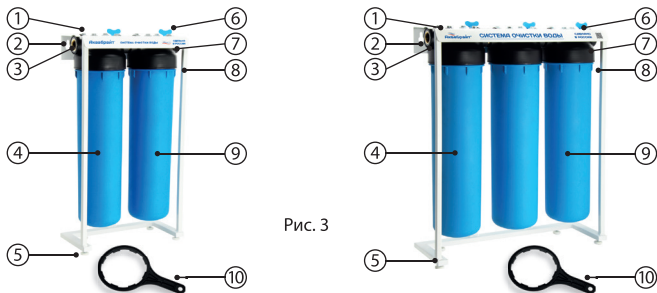

Рис. 3
3. Поставьте систему очистки в месте установки и отрегулируйте путем поворота опор (ножек, рис. 3, пункт 5) до горизонтального положения или нужного наклона рамы.